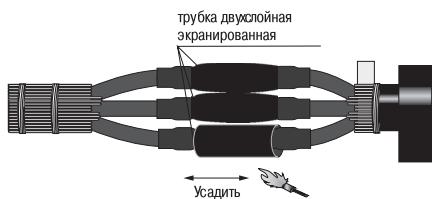

Рисунок 9
4.17 Надвинуть на усаженные трекингостойкие трубки изоляции гильзы вторые термоусаживаемые трубки (черно-красного цвета), установить их по центру гильзы и усадить, начиная с середины и далее в направлении торцов. После усадки трубок по торцам должен быть виден выступивший расплавленный клей (рисунок 9).